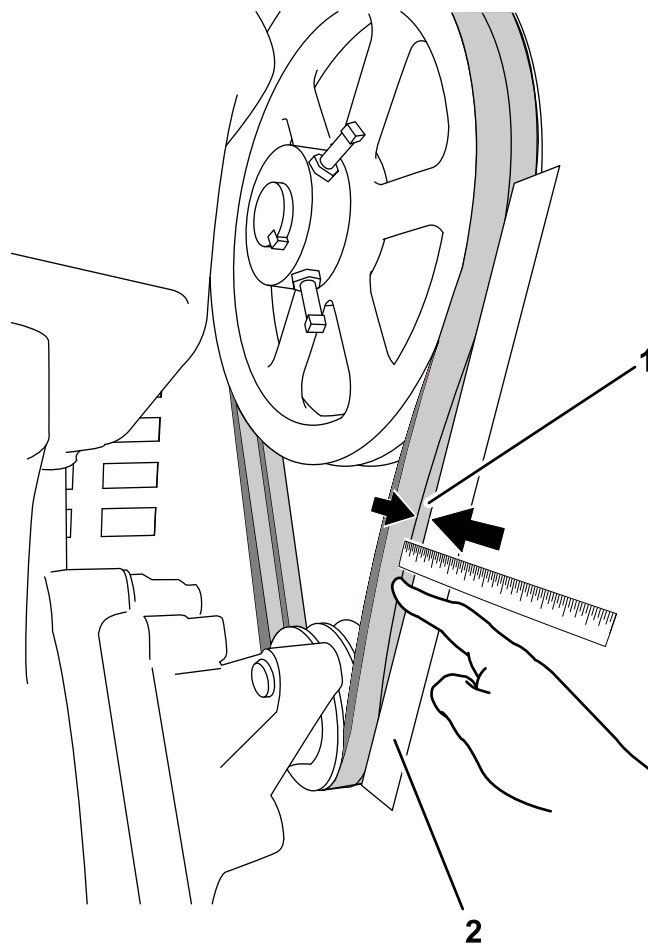

Figura 53
Las correas de transmisión deben tener una desviación de 1 cm (13/32 pulgada) al aplicar una presión de 6.8 kg (15 libras) en el punto intermedio del tramo (Figura 53).
2. Coloque una regla sobre una de las correas de transmisión de una polea a la otra (Figura 53).
3. Presione la correa con el dedo con una fuerza de 6.8 kg (15 libras) en el punto intermedio entre las poleas (Figura 53).
4. Mida la distancia desde la correa a la regla. La distancia debe ser de aproximadamente 1 cm (13/32 pulgada); consulte Figura 53. Si es necesario ajustar la tensión de la correa, consulte Ajuste de la tensión de las correas de transmisión (página 36).